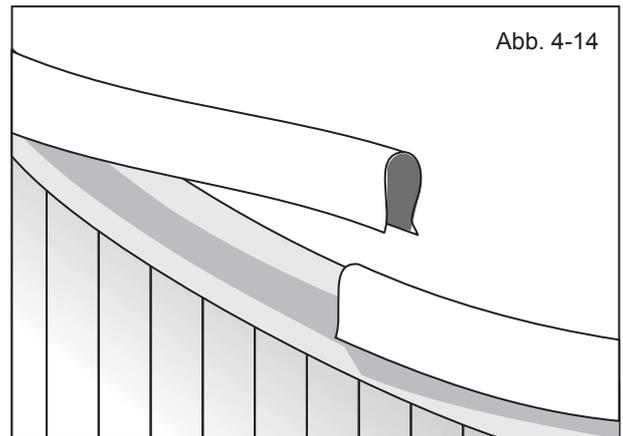

Abb. 4-14
g) Die in Kapitel 4.3.1. Punkt d) benutzten Handläufe werden jetzt entfernt. Die Folie wird über die Stahlwand-Kante gelegt und vorerst nur provisorisch mit den mitgelieferten Plastikklemmen (Abb. 4-14) und den Handläufen befestigt. Achten Sie darauf, dass die Folie nicht allzu sehr gespannt ist.